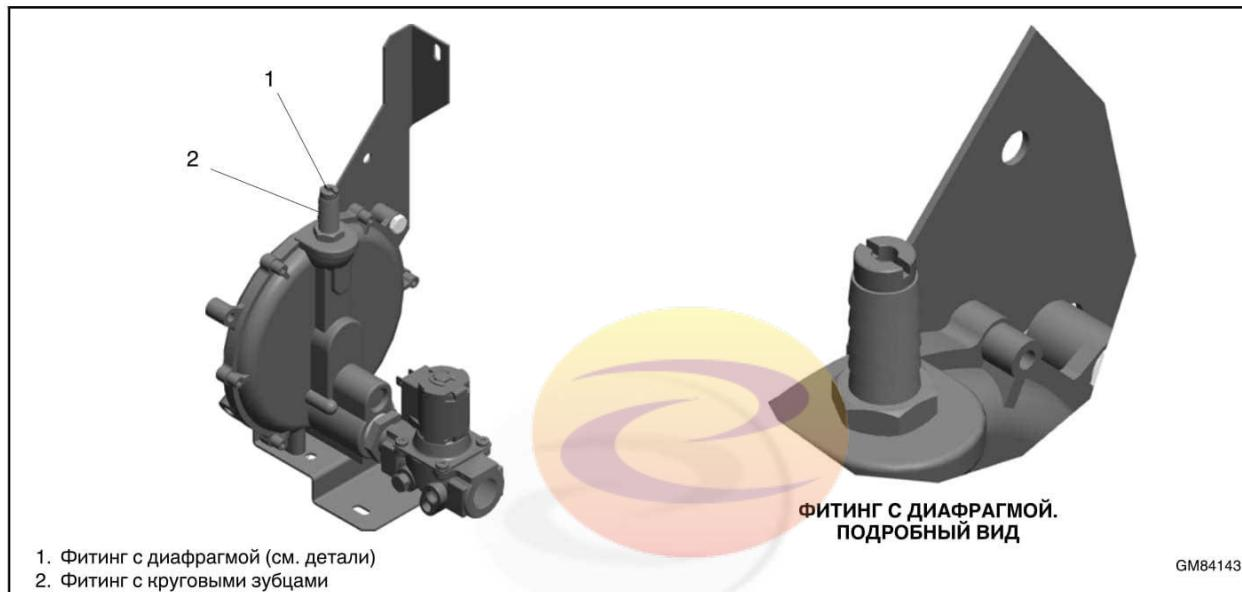

Рис. 1-12 Топливная система RESA14 , оборудованная фитингами с диафрагмами (генераторы, произведенные после 26 июня 2014 г.)
6. Для извлечения фитинга с диафрагмой для ПГ воспользуйтесь плоской отверткой. См. Рис. 1-12.